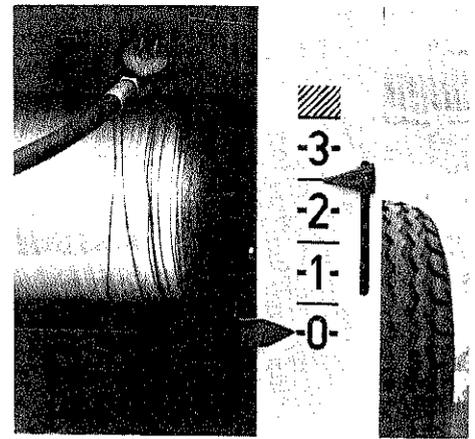
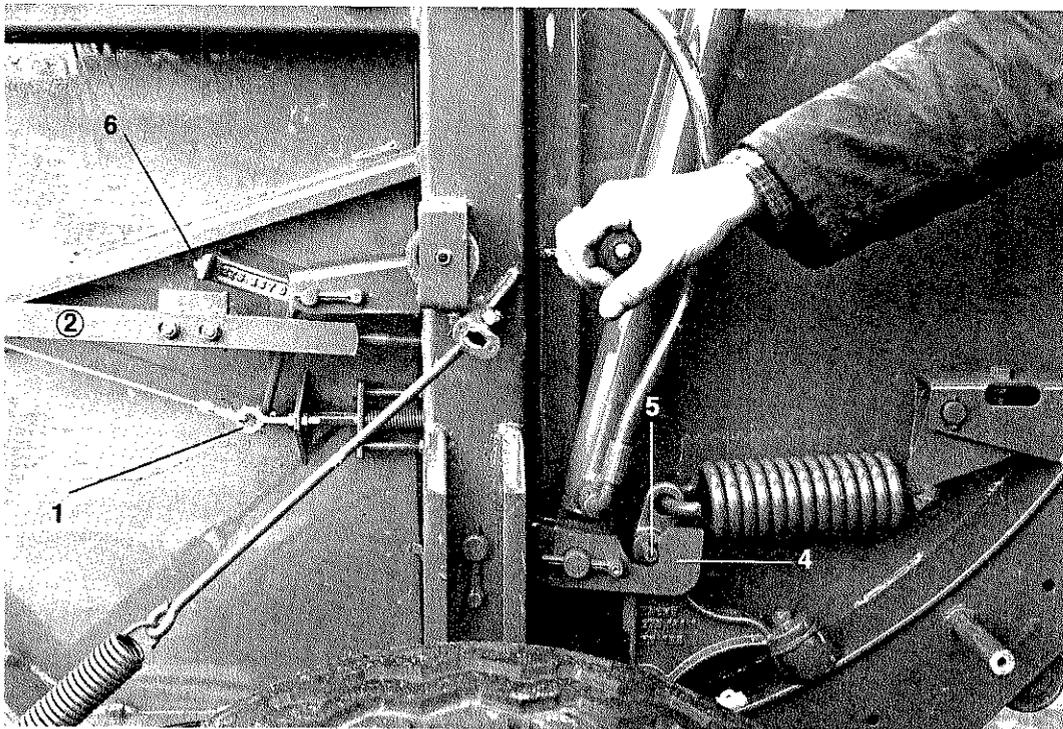

Abb. 25
Abb. 35
Die Einstellung der Anzeige muß bei geschlossener und eingehakter Verriegelung erfolgen. Das hintere Gehäuse muß mit einem Montierhebel so weit aufgedrückt werden, daß die Spannhülse 5, Abb. 35, hinten am Haken 4 anliegt. In dieser Stellung muß die Anzeige auf „0“ stehen, Abb. 25. Die Verstellung erfolgt über die Ösen-schraube 1, Abb. 35.
Die Verschlusshakensperre 6, Abb. 35 + 36 verhindert das Anheben der Verschlusshaken bei geöffneter Ballenkammer und somit das Einschalten der Elevator-kette.
- Verschlußhaken 4 und Gestänge 2 (Abb. 35 Seite 17) auf Gängigkeit prüfen, gegebenenfalls gängig machen und ölen.